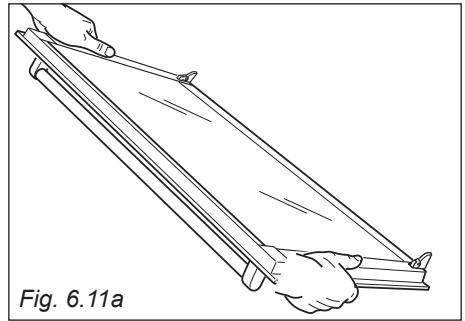

Fig. 6.11a
1. Hold the door firmly (fig. 6.11a).